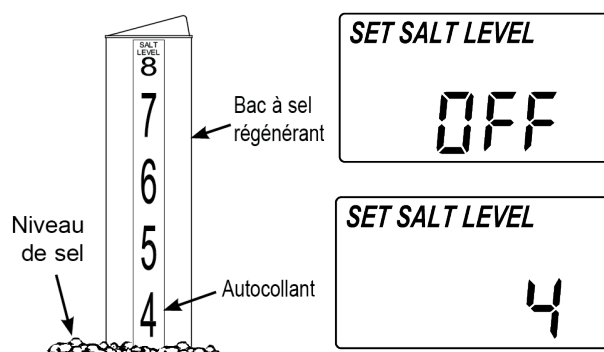

Fig. 18
- L'autocollant de niveau de sel jaune sur le bac à sel régénérant à l'intérieur du bac affiche des chiffres de 0 à 8 (voir Fig. 18). Regardez le chiffre affiché juste au-dessus du niveau de sel ou le plus proche du niveau de sel.